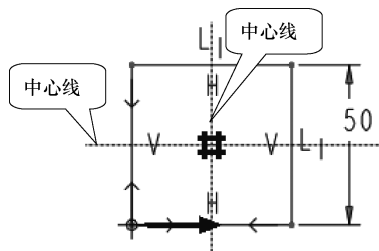
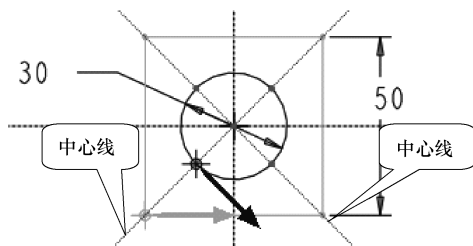

图 6-44 截面 1
图 6-45 截面 2
- (1) 新建文件名为“liti6-5.prt”的实体文件。
- (2) 选择菜单栏中的【插入】|【混合】|【薄板伸出项】选项。
- (3) 在【混合选项】菜单中选择【平行】|【规则截面】|【完成】选项。
- (4) 在【属性】菜单中选择【直】|【完成】选项。
- (5) 在【设置草绘平面】菜单中选择【新设置】|【平面】选项。
- (6) 在图形区选取“TOP”基准面作为草绘平面。
- (7) 在【方向】菜单中选择【反向】选项，再选择【确定】选项。
- (8) 在【草绘视图】菜单选择【缺省】选项，进入草绘环境。
- (9) 草绘如图 6-44 所示的正方形作为截面 1，注意约束和起点位置。
- (10) 按下鼠标右键，在弹出的快捷菜单选择【切换剖面】选项，进入下一个截面。
- (11) 草绘如图 6-45 所示的圆作为截面 2，在两条倾斜中心线与圆的交点处将圆打断，注意起点位置。